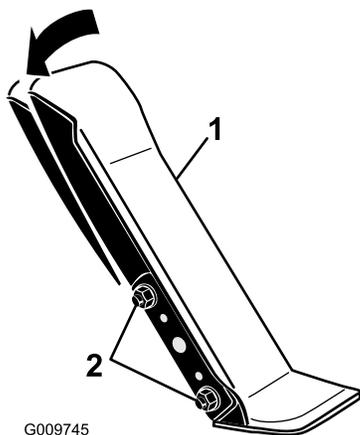

Figure 111
1. Desserrez les 2 écrous et boulons qui fixent le côté gauche de la pédale de déplacement au support (Figure 111).
2. Faites pivoter la pédale à l'angle voulu puis serrez les écrous (Figure 111).